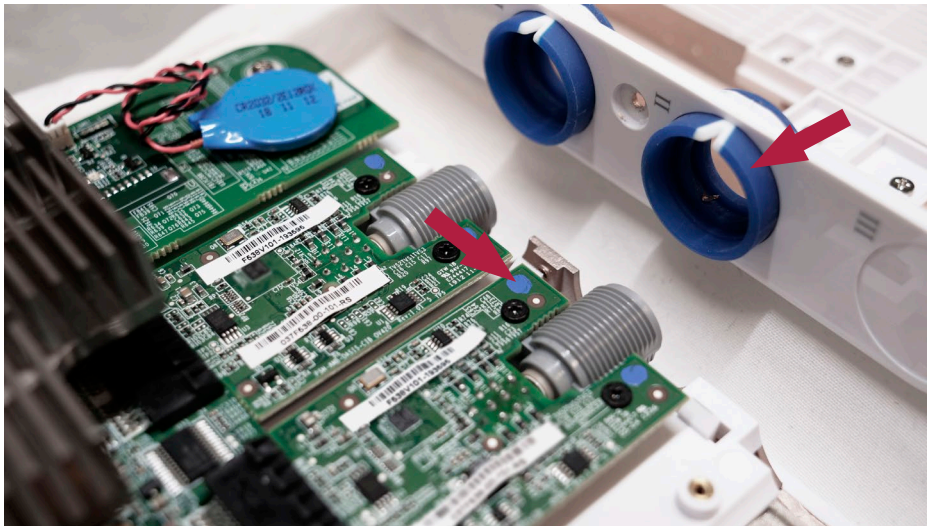

图 19 VDI 板上的颜色指示必须与色环匹配
- f) 确保色环与 VDI 板上指示的颜色相同（见图 19）
重新安装后壳时，请注意 VDI 板上的彩色点（图 19）应与其所放置的色环的颜色匹配。